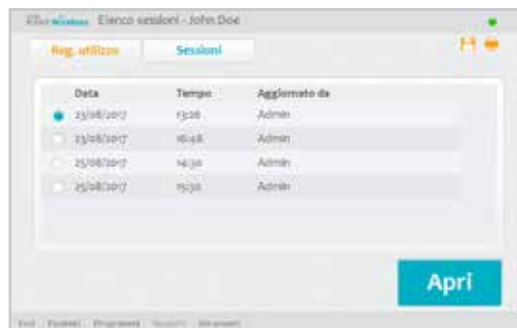

Figura 8-34 - Finestra relativa all'elenco sessioni
2. premere la scheda Sessioni. Si apre la finestra con l'elenco delle sessioni, contenente la data, l'ora e l'utente del sistema per ciascuna sessione salvata (Figura 8-34).